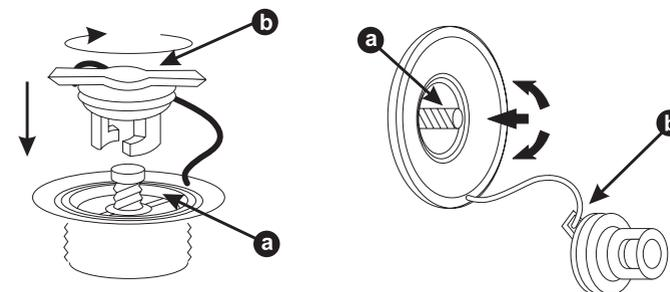

Рис. 1
- Поверните против часовой стрелки и откройте крышки клапанов b (Рис. 1).
Для открытия диафрагмы клапана нажмите кнопку (а) и поверните ее на ¼ оборота (Рис. 1).